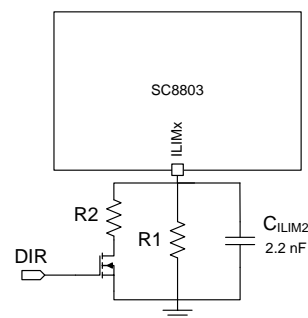

图 9 通过 DIR 信号调整限流值
- 2) 若实际应用要求充放电模式下限流值不同, 可参考图 9 的电路进行调整: